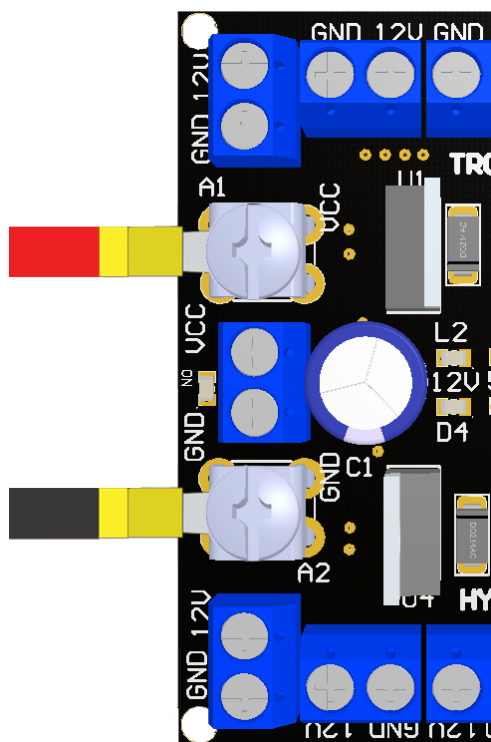

Figura 1: Alimentação da *Hydra*
1. Aplicar à placa uma tensão entre 15V e 25V. Para isto o conector positivo da fonte de alimentação deve ser conectada ao VCC da placa e o negativo no GND, esses indicados, respectivamente, pelas cores vermelho e preto na figura 1. Consequentemente o LED Laranja acenderá, sinalizando que a placa se encontra ligada. Além desse, os LEDs de 3.3V, 5V e 15V, representados, em sequência, pelas cores amarelo, verde e azul na figura 2 devem acender, indicando que os reguladores lineares de 3.3V, 5V e 15V estão funcionando de forma esperada.